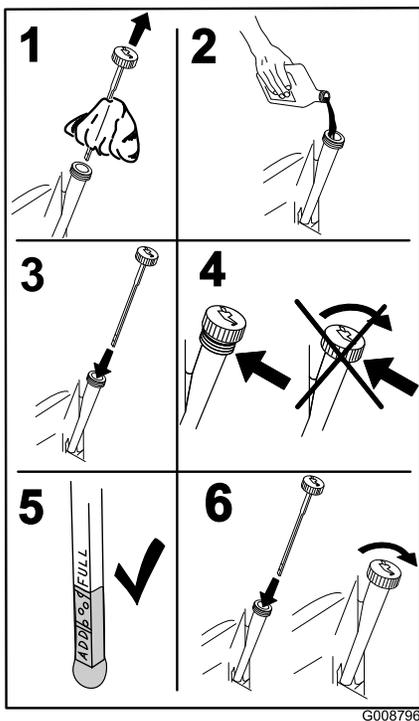

Figura 52
4. Versate lentamente circa l'80% dell'olio indicato nel tubo di rifornimento e sempre con cautela rabboccate l'olio necessario per portarlo alla tacca di **Pieno** (Figura 52).